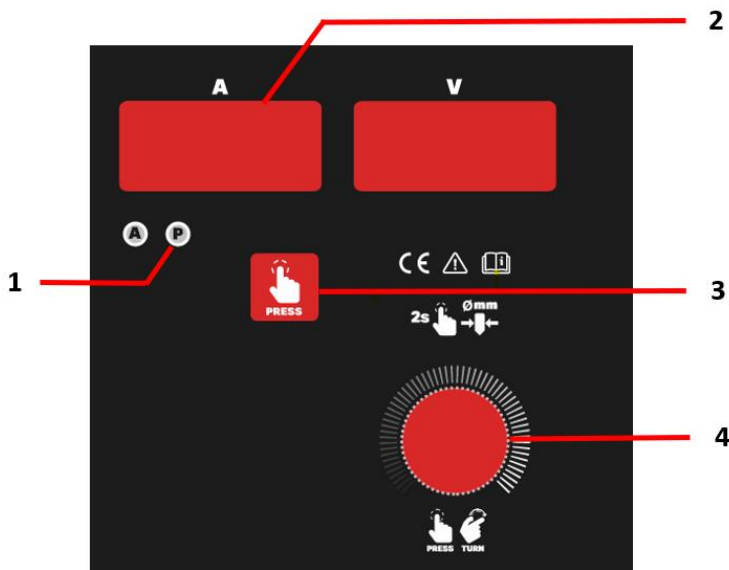

Fig. 11 – Memorias de soldadura
- ajustar los parámetros y pulsar tecla (Fig.11 - 3) hasta el LED P (Fig.11 - 1) encender. Después pulsar el botón de selección/ajuste de parámetros (Fig.11 - 4) durante 2 segundos hasta la pantalla digital muestre P1. Siguiente, girar el botón de selección/ajuste de parámetros para el número de memoria deseado. Por último, pulsar el botón de selección/ajuste de parámetros hasta que la pantalla digital muestre MEM.
- Pulsar tecla (Fig.11 - 3) hasta el LED P (Fig.11 - 1) encender. Siguiente, girar el botón de selección/ajuste de parámetros (Fig.11 - 4) para el número de memoria deseado. Espere 2 segundos y su memoria está disponible.